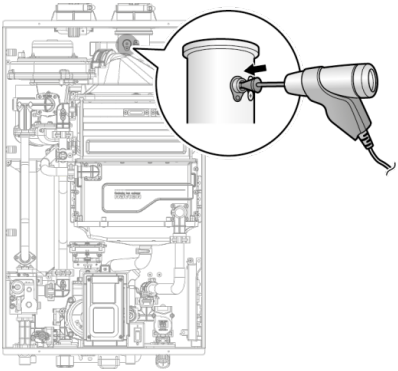

Figure 7
- Dévissez la vis, faites tourner la plaque et retirez le joint pour accéder à la lumière de surveillance des émissions illustrée à la figure 7.
- Insérez l'analyseur dans la lumière (figure 7).